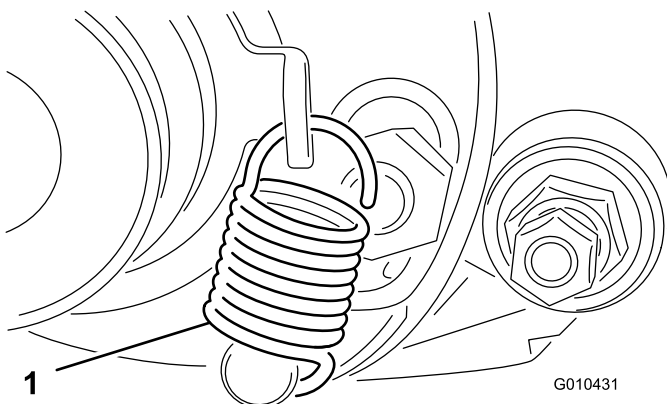

Figura 17
1. Gire la polea tensora hasta que pueda conectar el muelle de extensión en el orificio del soporte de la polea y sobre el espárrago, según se muestra en Figura 17.